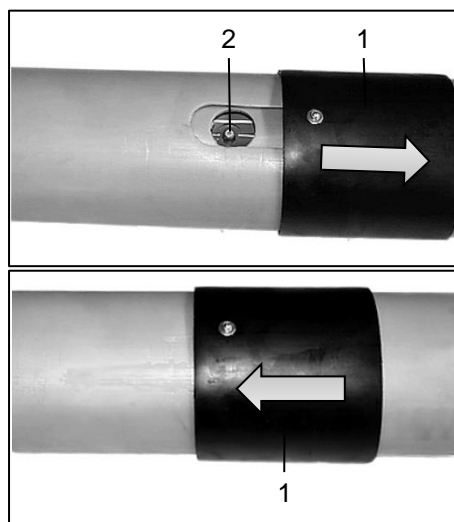

Bild 148: Profilrohre
- Schieben Sie den Schutztrichter (Bild 148 / Pos. 1) zurück.
- Schieben Sie den Schutztrichter (Bild 148 / Pos. 1) wieder auf.